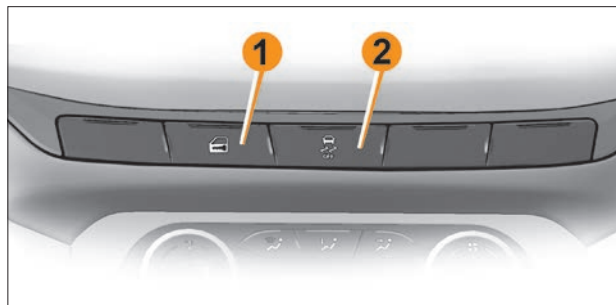

Рис. 3. Блок выключателей на панели приборов
– *Центральная блокировка замков дверей.* Для блокировки замков всех дверей из салона нажмите кнопку  на панели приборов, индикатор на кнопке **1** (рис. 3) загорится на некоторое время, затем погаснет. Если при нажатии кнопки  капот, багажник или одна из дверей были открыты, то двери обратно разблокируются. Закройте двери, капот, багажник, нажмите кнопку блокировки , все двери заблокируются.
При заведенном двигателе нажмите кнопку центрального замка  на панели приборов **1** (рис. 3) и удерживайте ее в течение пяти секунд. Сразу после нажатия кнопки загорит-
При заведенном двигателе нажмите кнопку центрального замка  на панели приборов **1** (рис. 3) и удерживайте ее в течение пяти секунд. Функция отключена.